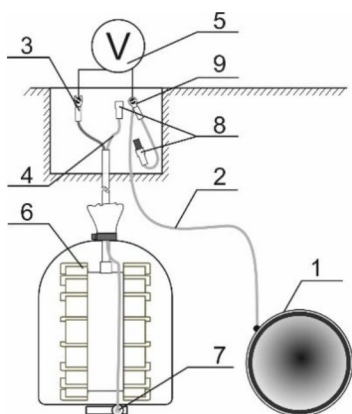

Рис. 5
8.1.1 Положительную клемму прибора присоединить к проводнику от трубопровода, отрицательную - к проводнику от электрода, разомкнуть перемычку (9) и проводник (4) от вспомогательного электрода с помощью разъема (8) (рис.5).